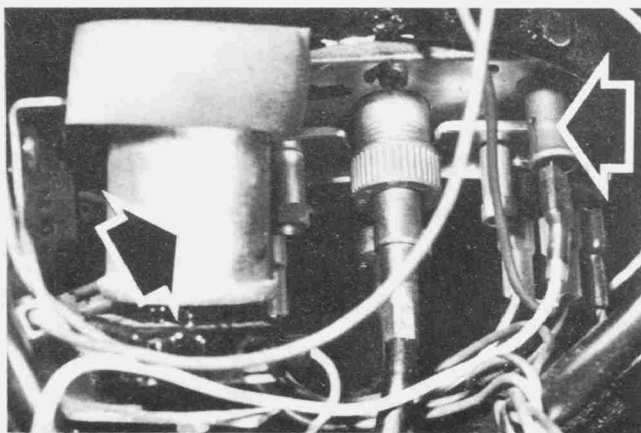

Bild 340
- Der Blinkgeber ist im Inneren des Scheinwerfergehäuses verankert (Bild 340).